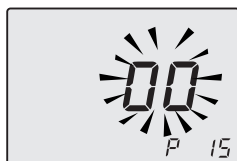

Figura 5.37
- Scorrere i vari parametri utilizzando i tasti 18 o 19 fino a far apparire sul display LCD le lettere **P15** e il valore del parametro, indicanti l'entrata nel "parametro 15" (Figura 5.37).